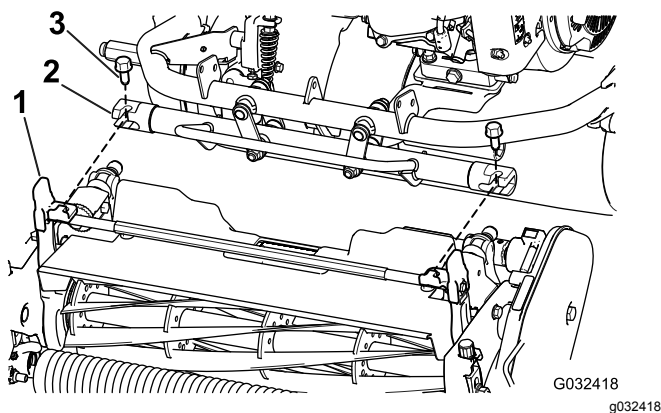

Figura 7
4. Manobre a estrutura da máquina para a frente até engatar nos braços articulados da unidade de corte Figura 7.
5. Fixe a estrutura da máquina aos braços articulados da unidade de corte com dois parafusos ($\frac{3}{8}$ pol. x $\frac{3}{4}$ pol.) (Figura 7).